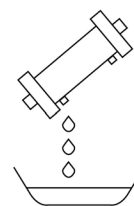

図1. 充填液の廃棄
- 2) 本製品の中空糸外側の充填液を廃棄する(図1参照)。